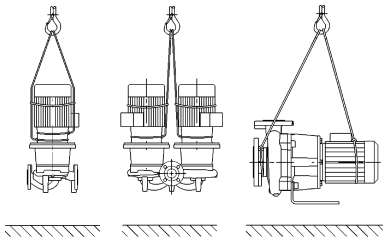

Fig. 7: Transporte da bomba
- Os olhais de transporte no motor só servem para guiar o suporte da carga (Fig. 7).